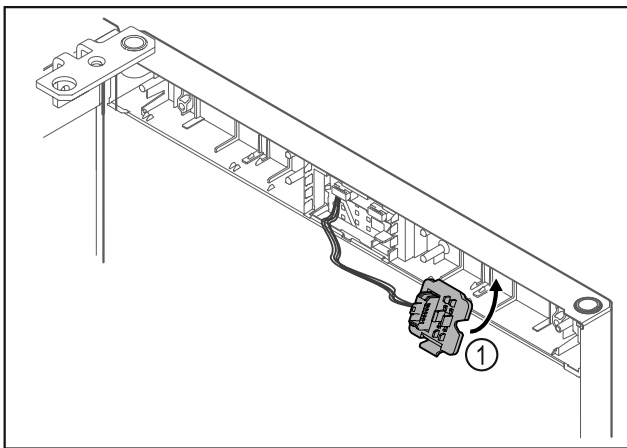

Fig. 22
- ▶ Steckerhalterung Fig. 22 (1) auf Gegenseite einrasten.